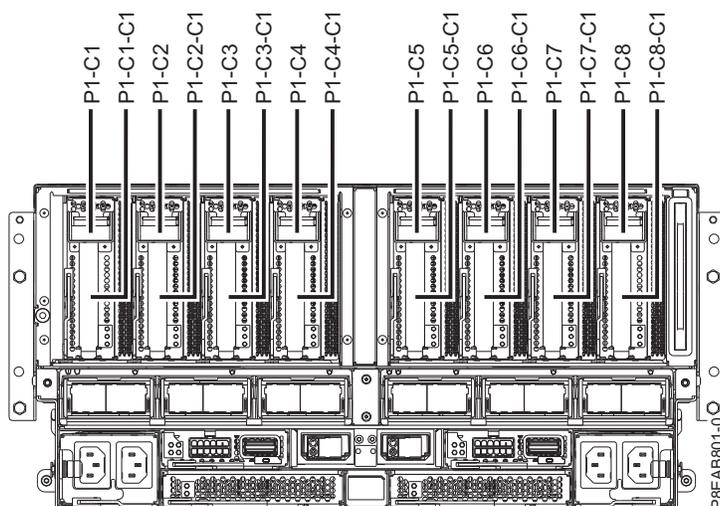

Figura 1. Localizações de ranhuras de adaptadores PCIe no sistema
1. Determine a ranhura em que pretende instalar um adaptador PCIe. As ranhuras do adaptador PCIe encontram-se na parte posterior do sistema. A Figura 1 na página 2 mostra os códigos de localização do adaptador PCIe.